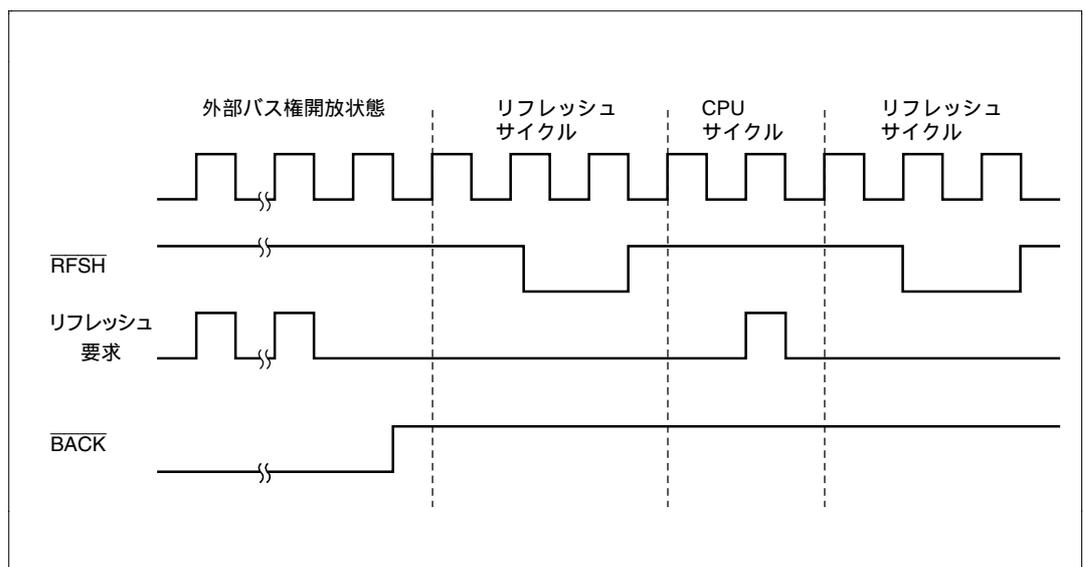
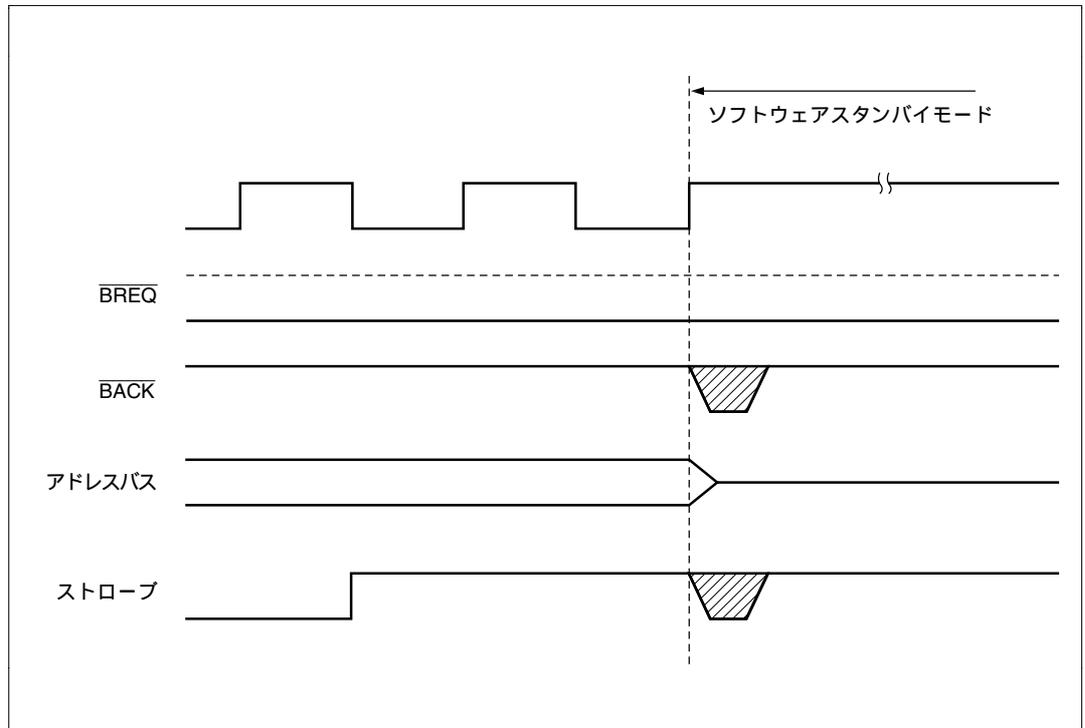

図 6.35 バス解放状態時のリフレッシュサイクル
図 6.36 バス解放状態とソフトウェアスタンバイモード
- (1) 外部バス権解放状態、ソフトウェアスタンバイモード、またはバスサイクルがウェイトステートの挿入により長く続く場合、リフレッシュサイクルは実行されません。したがって、これらの状態では、別の方法でリフレッシュを行う必要があります。
- (2) 外部バス権解放状態中に内部でリフレッシュ要求が発生した場合、最初の要求が保持され、バス権解放状態解除後、リフレッシュサイクルが1回だけ実行されます。図 6.35 にその場合のバスサイクルを示します。
- (3) バスサイクルがウェイトステートの挿入により長く続く場合も、外部バス権解放状態と同様に、最初の要求が保持されます。
- (4) ソフトウェアスタンバイモードへ遷移するとき、外部バスマスタからのバス権要求が競合すると、ソフトウェアスタンバイモードへの遷移時に $\overline{\text{BACK}}$ とストロープの状態が不確定になる場合があります (図 6.36 参照)。ソフトウェアスタンバイモードを使用するときは、SLEEP 命令を実行する前に、BRCR の BRLE ビットを 0 にクリアしてください。また、セルフリフレッシュモードへの遷移でも同様の競合により、ストロープ波形出力が保証されないことがあります。これも BRCR の BRLE ビットを 0 にクリアすることにより防止できます。
- (5) セルフリフレッシュ解除直後、CPU サイクルが始まるまでの一定期間、外部バス権解放が可能です。セルフリフレッシュ直後の $\overline{\text{RAS}}$ プリチャージ時間の規定を満たすよう $\overline{\text{RAS}}$ の状態に注意してください。